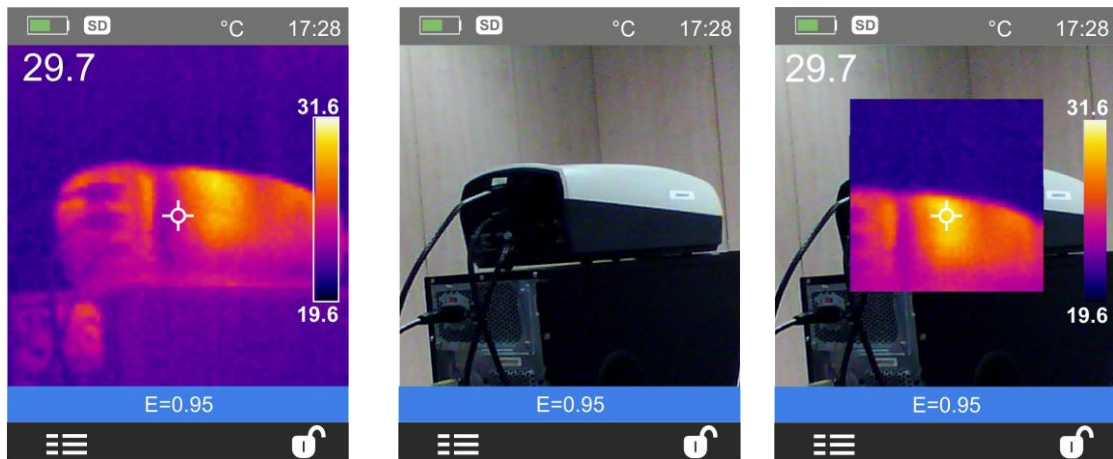

Fig. 23 : Modes d'affichage de l'image
2. Utiliser les touches \oplus ou \ominus pour sélectionner le mode d'affichage souhaité parmi les options : **IR** (image infrarouge), **Visible** (image visible), **MIX** (fusion de l'image IR dans l'image visible) et **AUF** (fonction Auto Fusion – voir § 5.2.4.1) (voir Fig. 23)